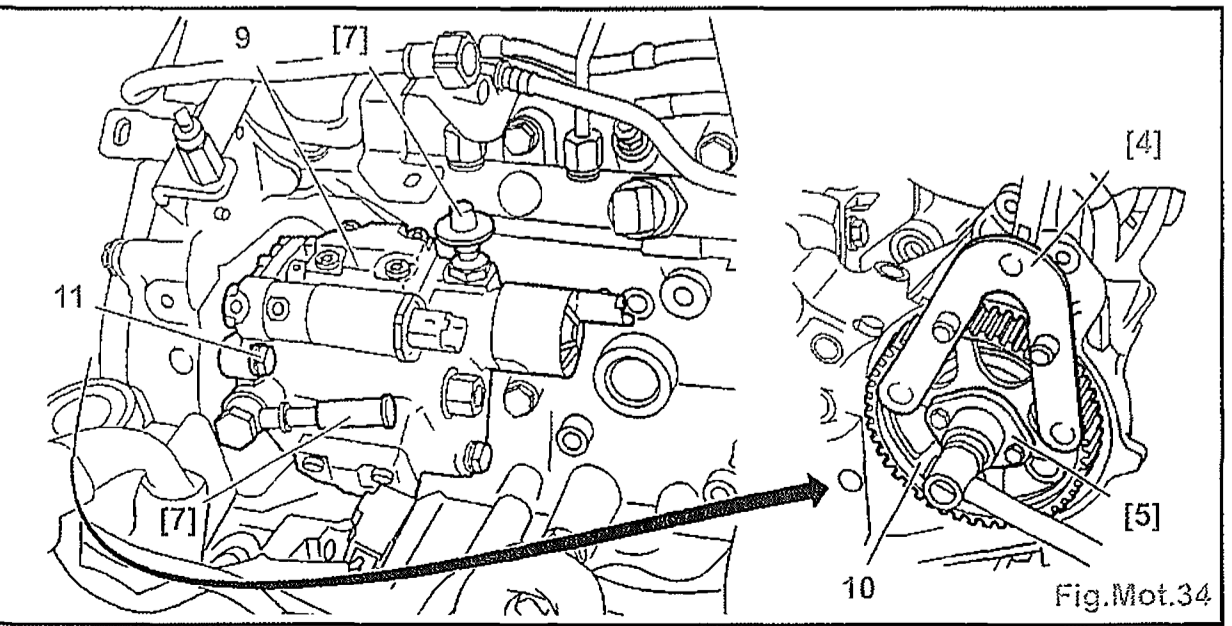

Fig.Mot.34
- Poser la bride pour décollement du pignon de pompe d'injection [5] (Fig.Mot.34).